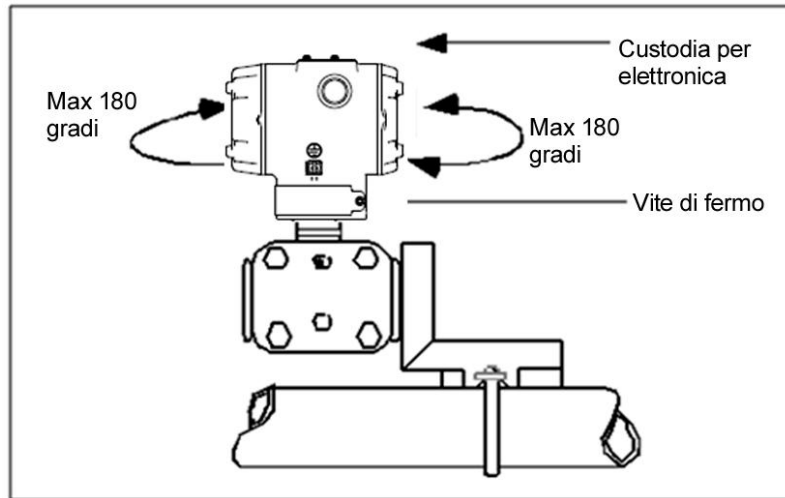

Figura 7 - Rotazione della custodia per elettronica
3. Allentare la vite di fermo sul collo esterno del trasmettitore di un (1) giro completo.
4. Ruotare la custodia per elettronica per un massimo di 180° verso sinistra o verso destra dal centro fino alla posizione richiesta, quindi serrare la vite di fermo tra 8,9 e 9,7 libbre-pollici (da 1,40 a 1,68 Nm) utilizzando una chiave a testa incassata da 4 mm. Vedere l'esempio che segue e la Figura 7.